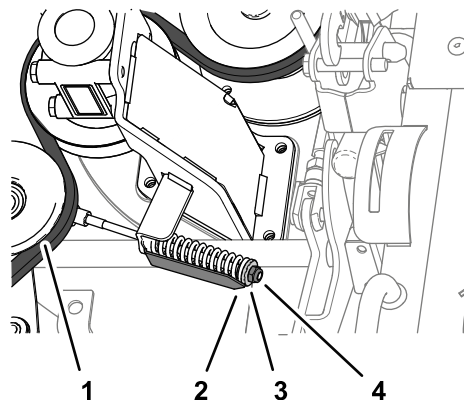

Figura 133
4. Afloje la contratuerca del tensor de la correa hasta que pueda deslizar la correa y sacarla de la polea de tensión de la correa (Figura 133).
2. Apriete la contratuerca hasta que la flecha del indicador de tensión se alinee con la superficie exterior de la arandela (Figura 133).